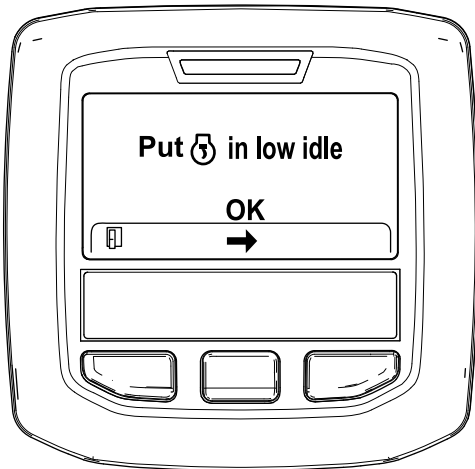

Figura 30
6. Mova o controle da aceleração para RALENTI BAIXO e prima o botão central (Figura 30).